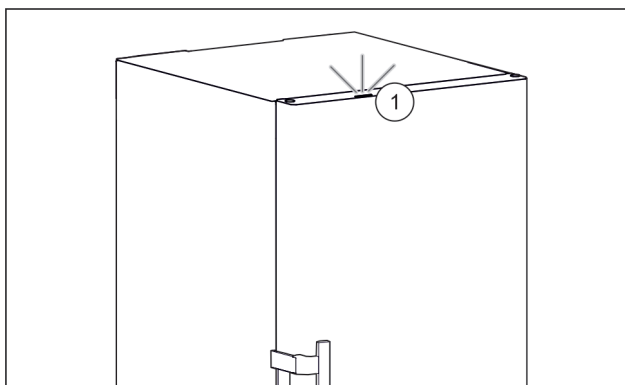

Fig. 41 Aktivne stavové svetlo pri zatvorených dverách
- ▷ Stavové svetlo Fig. 41 (1) je aktivované.